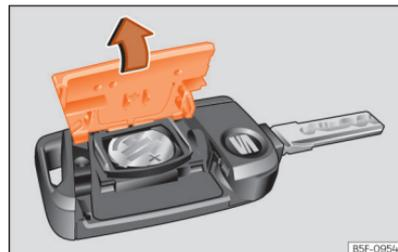

Fig. 47 Chave do veículo: abertura da tampa do compartimento da pilha.
- Retire a tampa na parte traseira da chave do veículo na direção da seta »» Fig. 47 , »» ⓘ.